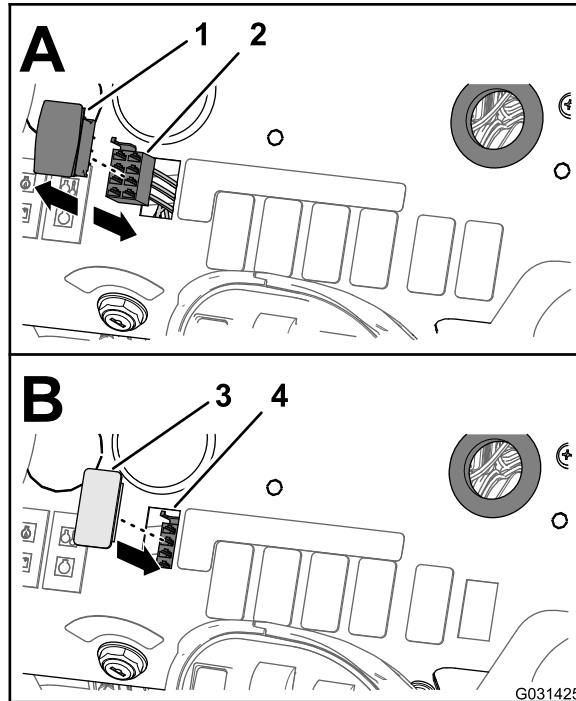

Figura 60
1. Desde debajo del salpicadero de la máquina, apriete las pestañas de bloqueo del interruptor de control de caudal, y saque el interruptor de control de caudal del salpicadero (Figura 60).
2. Desconecte el conector hembra de 8 vías del arnés delantero de la máquina (etiquetado RATE SWITCH (interruptor de caudal) del conector de 8 pines del interruptor (Figura 60).
4. Alinee el tapón del interruptor con el orificio del salpicadero de donde retiró el interruptor de caudal (Figura 60).
5. Inserte el tapón del interruptor en el salpicadero hasta que el tapón encaje firmemente en el panel (Figura 60).